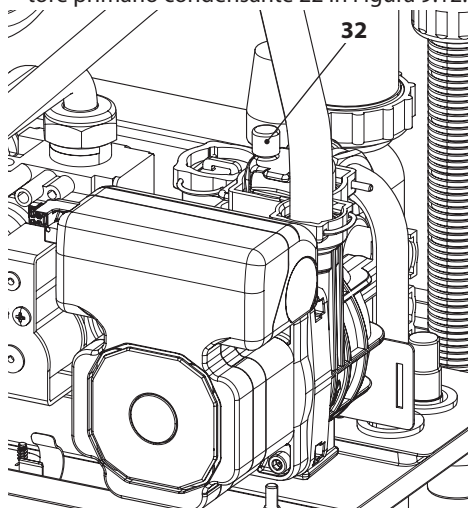
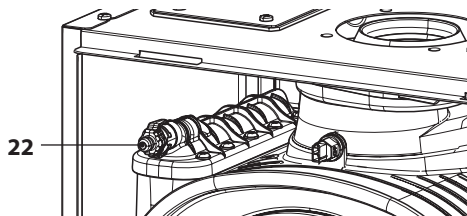

Figura 9.11
Figura 9.12
- Per facilitare lo svuotamento, svitare il tappo 32 della valvola di sfiato automatica in Figura 9.11 e allentare il raccordo di sfiato scambiatore primario condensante 22 in Figura 9.12.